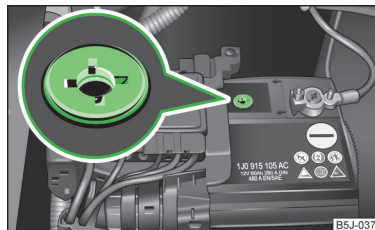

Abb. 140
- Bei Fahrzeugen, die mit einer Fahrzeugbatterie mit einer Farbanzeige, dem sogenannten Magischen Auge » Abb. 140 ausgestattet sind, kann anhand der Verfärbung der Säurestand festgestellt werden.